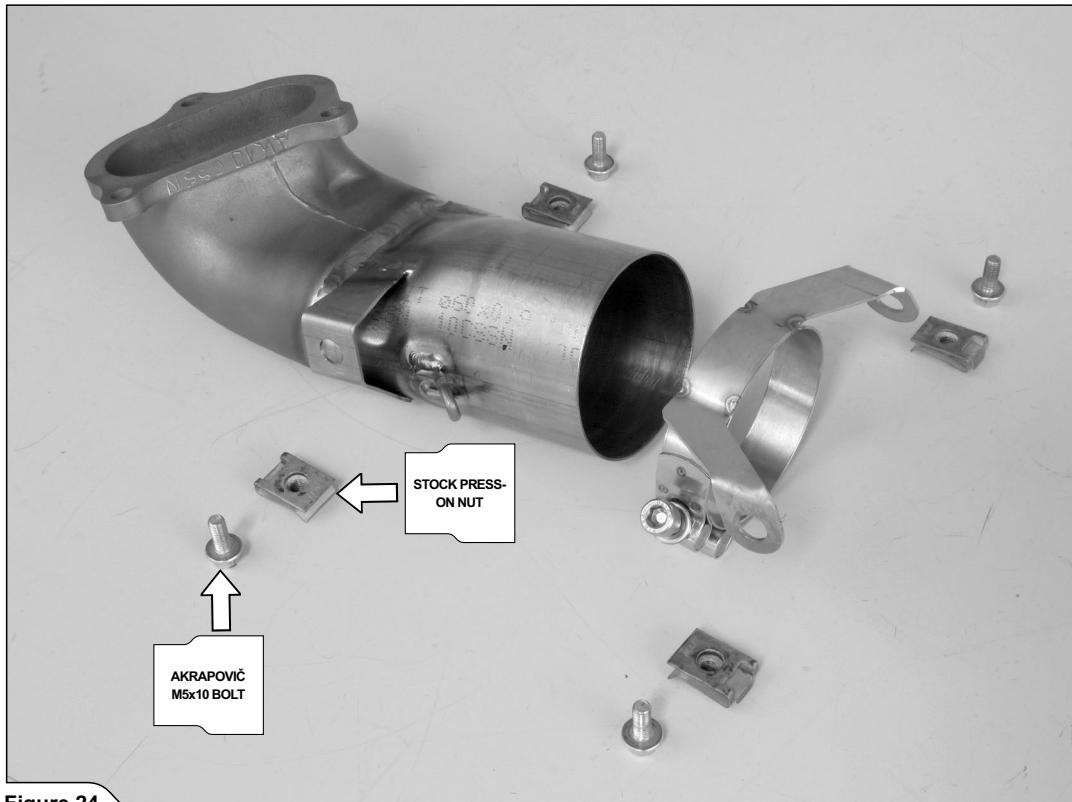

Figure 24
1. オリジナルの圧入ナットと Akrapovič 取り付けキットに付属のクランプとボルトを使用して、オリジナルのヒートガードをフロントマニホールドパイプに取り付けます。スプリングを図に示されているように取り付けます（図 24、25）。